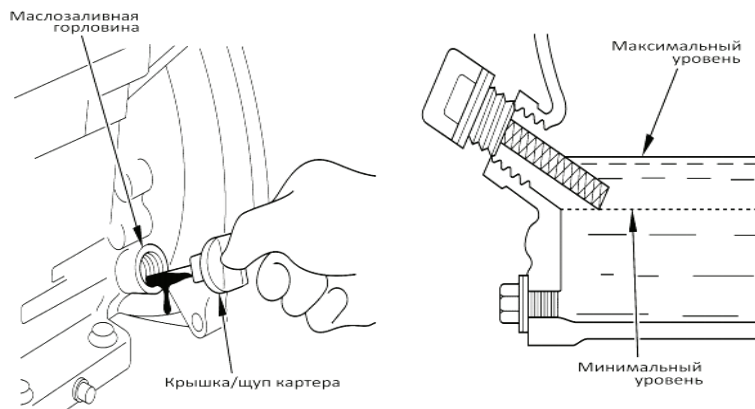

Рис.11
5. Извлеките крышку/щуп и начисто протрите его (рис.11).